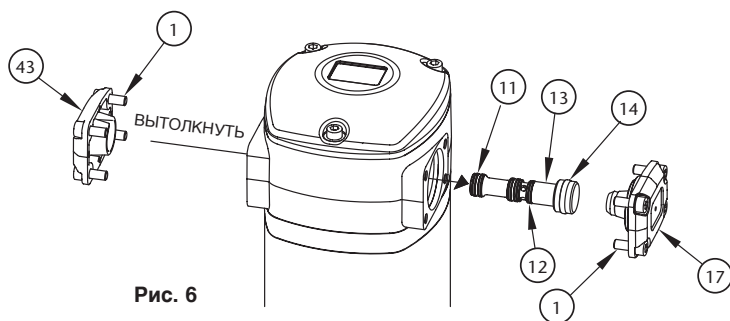

Рис. 6
ПНЕВМОРАСПРЕДЕЛИТЕЛЬ (РИС. 6)
1. Отвинтить 4 винта (1) от крышки (17) и снять крышку.
2. Отвинтить 4 винта (1) от крышки (43) и снять крышку.
3. Пропустив через двигатель какой-либо пластмассовый инструмент, слегка ударить им по стороне золотника, имеющей меньший диаметр (см. Рис. 6), и извлечь золотник (13).
4. Заменить уплотнения (4x11), (12) и (14) на новые или поставить новый золотник с установленными на заводе уплотнениями (комплект арт. 539005). Чтобы обеспечить правильную установку уплотнений, настоятельно рекомендуется воспользоваться вторым вариантом.